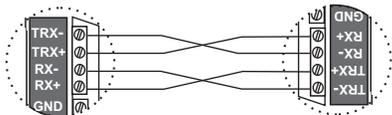

Fig. 5. Conexión como line driver.
**Conexión 'Line Driver'.** La conexión sugerida es de 4 hilos (fig. 5).